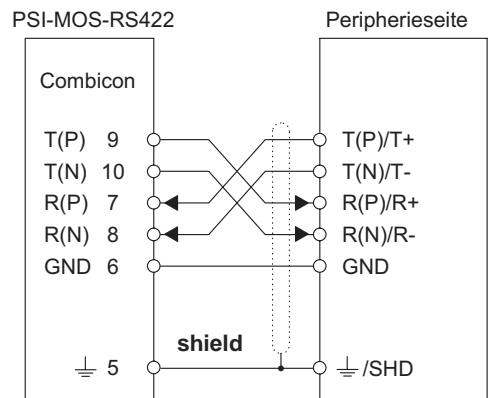

Figure 22
**Lors du couplage de deux modules PSI-MOS, respecter le sens du signal du conducteur fibre optique : connecteur de fibre « TD » (émetteur) du module 1 vers connecteur de fibre « RD » (récepteur) du module 2 (fig. 22).**